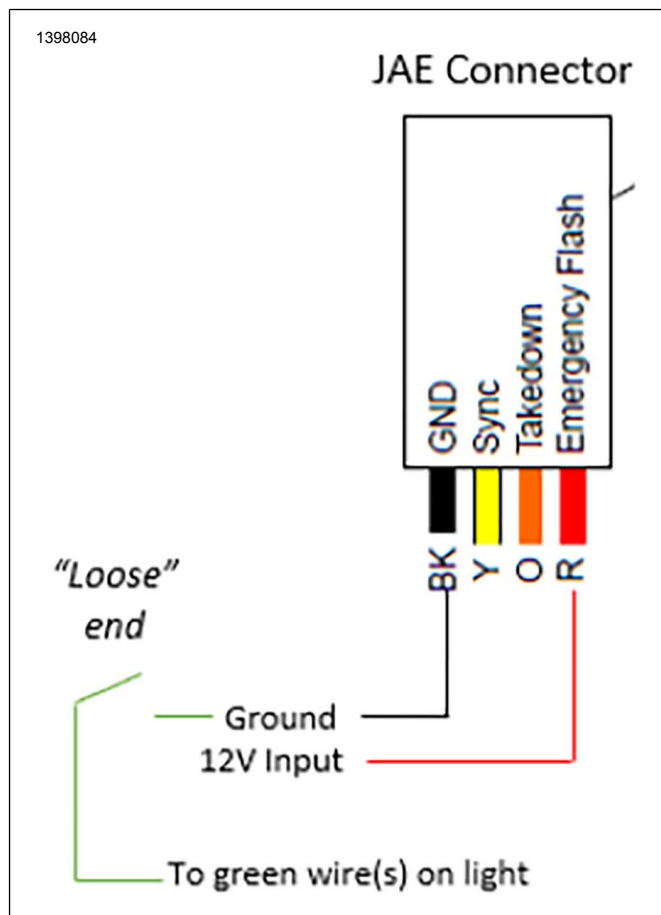

図9. カラープログラミング設定
1. 図9を参照してください。12V電源をライトアレーに接続します(ディーラー提供のワイヤーが必要です)。
2. 図9を参照してください。ライトの緑のワイヤーの端をむきます。